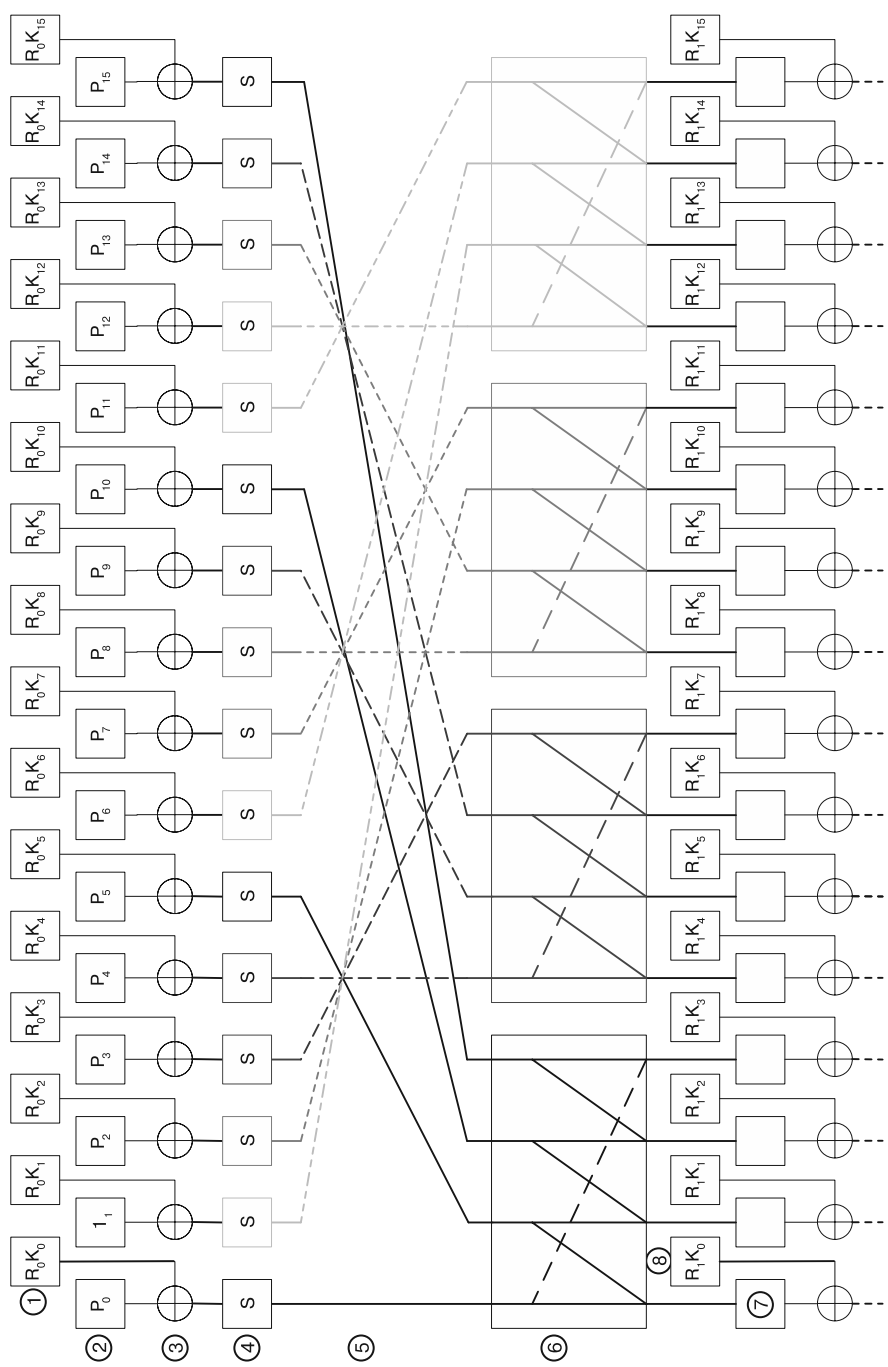

Рис. 10.11. Конец первого и начало второго раунда алгоритма AES
На рис. 10.11 показана общая структура запуска AES-128. (Мы ограничим наше обсуждение начальными раундами алгоритма, поскольку наши атаки нацелены именно на них.)
На рис. 10.11 16-байтовый секретный ключ обозначен как R_0K_k ❶, где k — номер ключевого байта. Первый нижний индекс указывает, к какому раунду относится этот ключ. В AES для каждого раунда используются разные 16-байтовые ключи. Вводится входной текст ❷ и индекс, указывающий номер байта. Каждый байт ключа раунда подвергается операции XOR с каждым байтом незашифрованного текста ❸ в операции *AddRoundKey*. Примечательно, что для AES-128 ключ первого раунда совпадает с ключом AES; все остальные ключи раунда получаются из ключа AES с помощью алгоритма планирования ключей. Для DPA на AES-128 нам нужно извлечь только один ключ, из которого мы можем получить ключ AES.